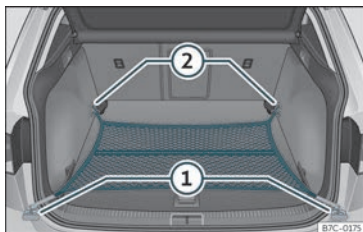

Fig. 112 No maleteiro: bolsa de rede enganchada case tocando o piso.
- Fixe os ganchos da rede nas argolas de amarre ① e ② >>> **fig. 112** >>> ⚠. A cremalleira da bolsa ten que quedar cara arriba.